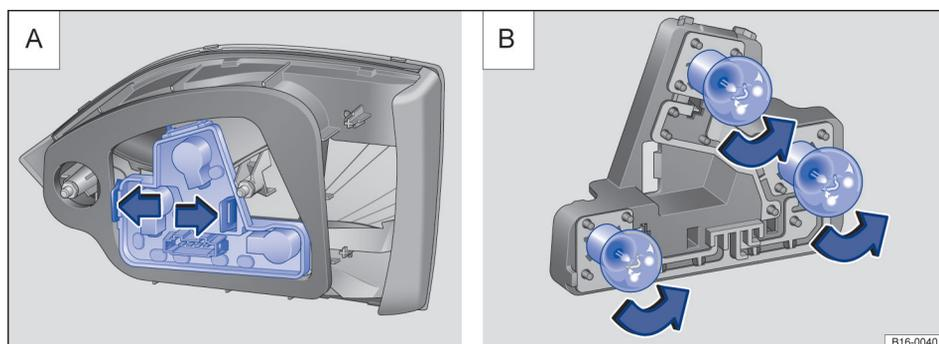

Fig. 200 A: grupo óptico trasero: desmontaje del portalámparas, B: desmontaje de las lámparas.
6. Presione la pestaña de bloqueo en el sentido de la flecha ⇒ fig. 200 A y extraiga el portalámparas.
7. Sustituya la lámpara por otra nueva del mismo tipo ⇒ fig. 200 B.